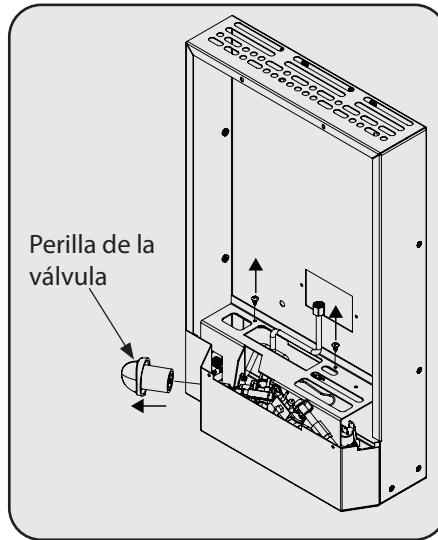

Figura 10
1. Remueva los (2) tornillos que conectan el soporte de control al cuerpo principal del calefactor. Consulte la Figura 10.